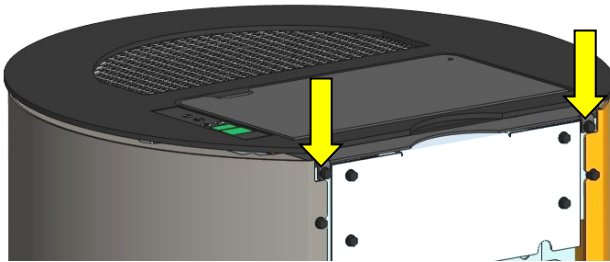

Abb. 8: Befestigungsschrauben Gerätedeckel
1. Befestigungsschrauben auf der Rückseite lösen (Abb. 8).